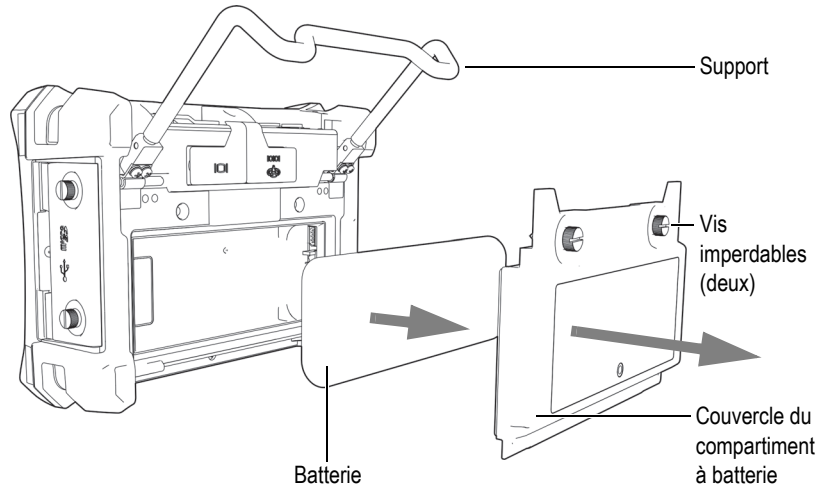

Figure 1-10 Retrait de la batterie Li-ion
2. Sur le panneau arrière de l'appareil, dévissez les vis imperdables qui retiennent le couvercle du compartiment à batterie (voir la Figure 1-10 à la page 36).
3. Retirez le couvercle du compartiment à batterie (voir la Figure 1-10 à la page 36).